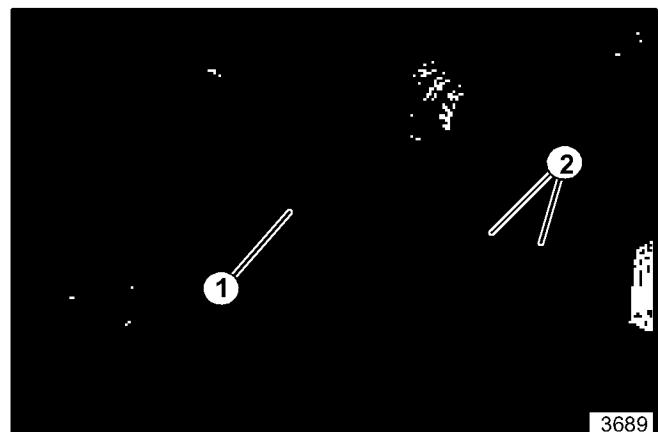

Figura 23. Ajuste del Retén de la Correa
17. Enganche el embrague de propulsión del enrollador. Revise la distancia desde la polea intermedia al retén de la correa atornillado a la placa de montaje, la distancia debe ser de un mínimo de 1/16" (2 mm). Si es necesario, suelte el retén de la correa y vuelvalo a posicionar (vea la figura 23). Apriete los herrajes.